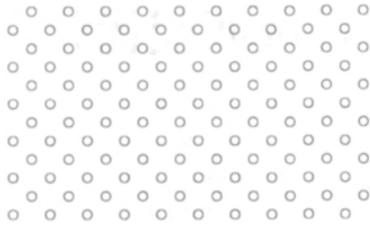

图3 单层圆设计图
2)图形的设计。首先采用交错布置的小圆点,圆点直径0.03 mm,如图3所示。采用单圆图形时,需要根据光斑大小调整圆的大小,如果圆太大,在凹坑中间会留下凸台,圆太小,始终在一个点上加工,中间孔很深,但是很小,在注塑时塑料也无法流进去。为什么不用单点毛化呢?原因也是一样的,光纤激光的光斑很小,只有0.02 mm,产生的小孔也只有这么小,在注塑的时候就不利于塑料流入。